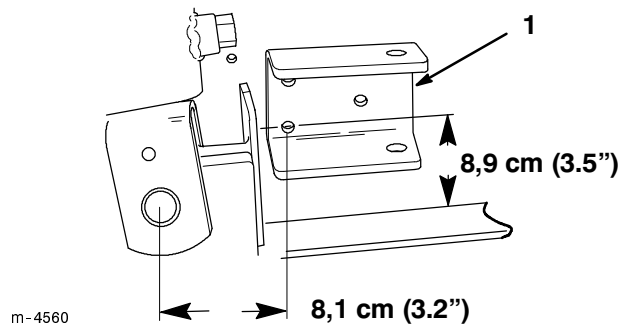

Figura 3
- Alínee la ménsula de la barra lateral tal como se ilustra en la Figura 3 y marque los centros de los tres agujeros (podría ser necesario ajustar ligeramente la posición de la ménsula de forma que ésta y la placa de refuerzo no interfieran con las soldaduras de la unidad de tracción).